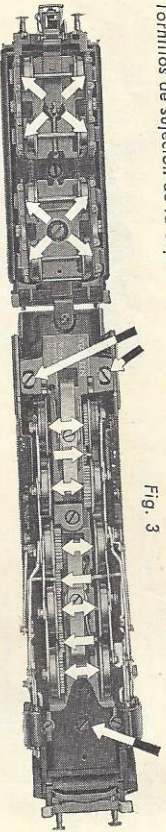

Fig. 3
Lokomotive abzunehmen (siehe Punkt 4). Außerdem sind die in Fig. 3 mit Pfeilen gekennzeichneten
**4. Demontage des Lokomotivgehäuses.** Zur Abnahme des Gehäuses müssen die in Fig. 3 ge-